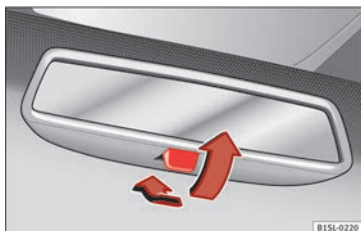

Fig. 146 Rétroviseur intérieur jour/nuit manuel.
- Pour sélectionner la position nuit, déplacez le levier vers l'arrière » **fig. 146**.